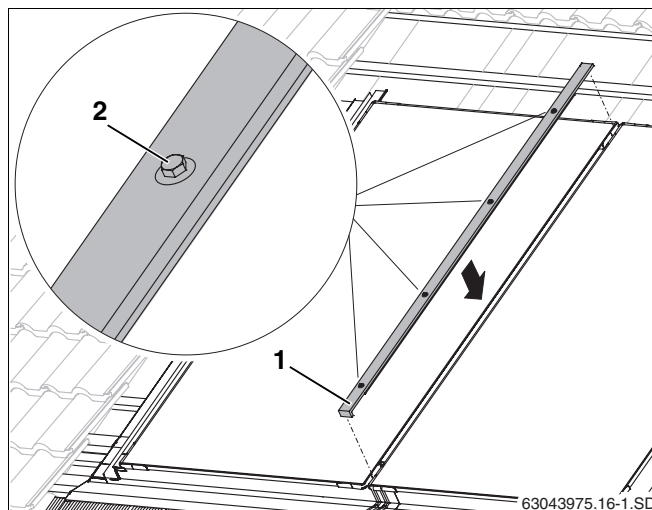

Fig. 49 Listón protector central
- ▶ Introduzca el listón de protección (fig. 49, **pos. 1**) con el canteado hacia abajo en el espacio entre dos colectores y céntralo.
- ▶ Apriete a mano los tornillos (fig. 49, **pos. 2**) comenzando por abajo con la llave de tamaño 8.